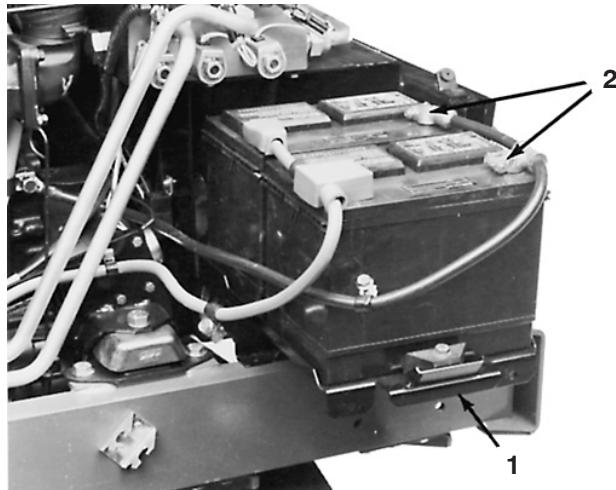

Figure 54
2. Retirez les vis de fixation du support de batteries et sortez le support (Fig. 54).
4. Débranchez les connecteurs des câbles négatifs (-) des batteries (Fig. 54). Connectez un chargeur de 3 à 4 A aux bornes des batteries. Chargez les batteries au régime de 3 à 4 ampères durant 4 à 8 heures.